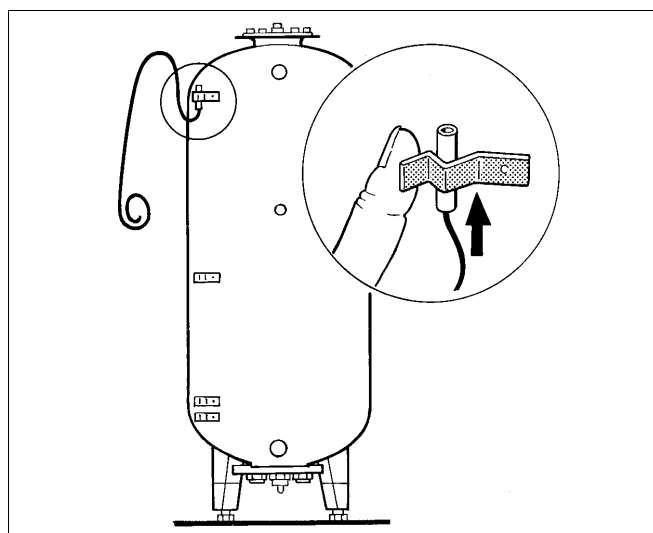

Fig. 5 Schemă de principiu
Senzorii de contact se pozează pe circumferința boilerului (Fig. 5).
- Senzorul se montează în suportul-arc astfel încât întreaga suprafață de contact a sensorului să fie în contact cu suprafața exterioară a boilerului (Fig. 5).